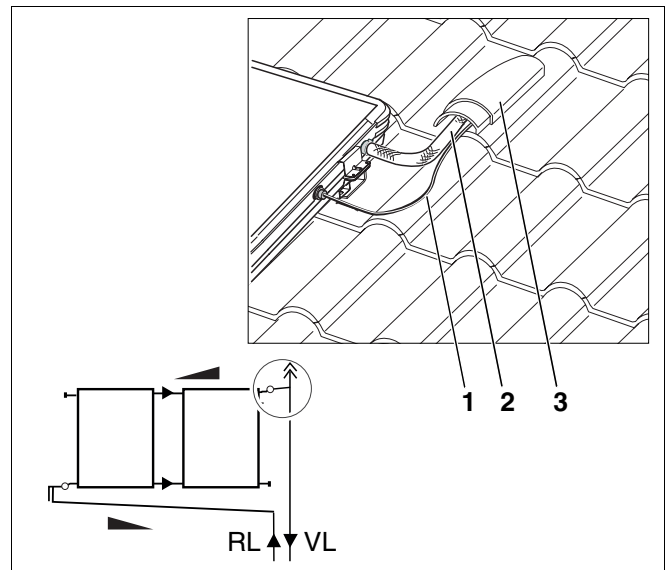

Fig. 42 Tender la tubería de alimentación y el cable de la sonda
- ▶ En los tejados de tejas comunes o de tejas flamencas guíe la tubería de alimentación y el cable de la sonda (fig. 42, **pos. 1 y 2**) p. ej. a través de una teja flamenca de ventilación (fig. 42, **pos. 3**) o a través de un paso de antena al desván.